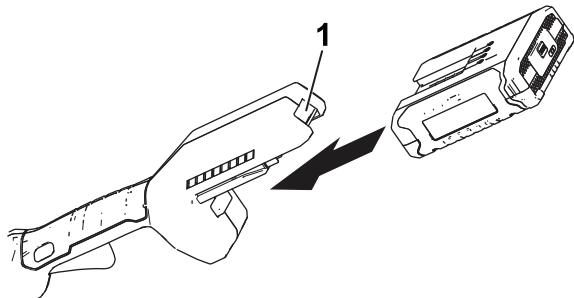

Figure 7
2. Alignez le creux de la batterie sur la languette du corps du manche (Figure 7).
3. Poussez la batterie dans le manche jusqu'à ce qu'elle s'enclenche dans le verrou (Figure 7).